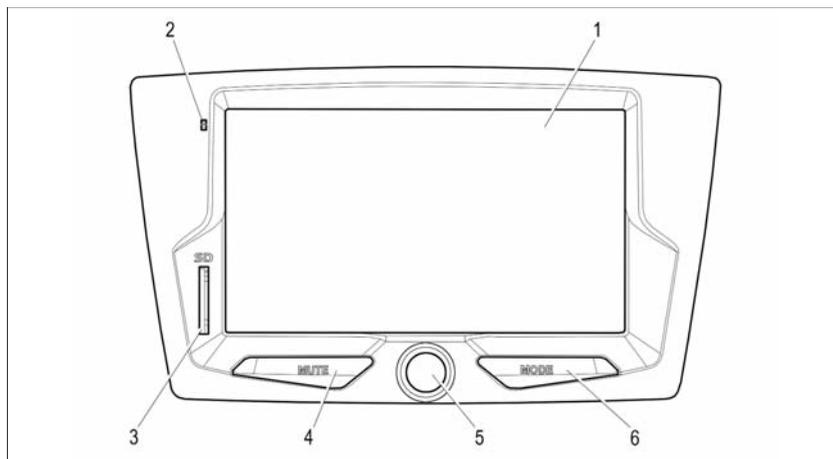

Рис. 1. Лицевая панель радиоприемника
2.2.1 Полностью отключить звук MMC можно кнопкой **MUTE 4** (рис. 1). При этом на дисплее (в правом нижнем углу) появится соответствующая пиктограмма.
2.3.1 Кнопка **MODE** (рис. 1) служит для переключения режимов работы радиоприёмника, при этом будут отображаться только активные режимы.
Регулировка громкости осуществляется вращением **ручки 5** вправо или влево (рис. 1).
2.5.2 Последовательным нажатием кнопки **MODE** (рис. 1) или нажатием отображаемых на дисплее кнопок выберите желаемый режим.
– кнопкой **MODE** (рис. 1).